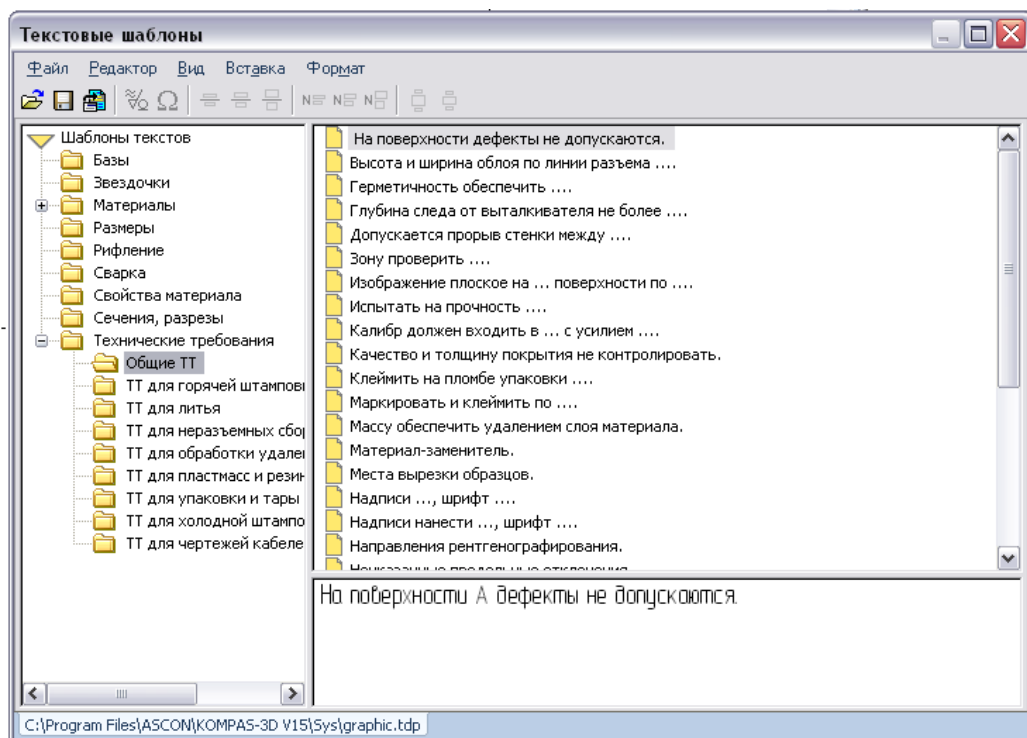

Рис. 2.5.8
10. Також введення технічних вимог можна здійснити через панель інструментів **Вставить текстовый шаблон** (рис. 2.5.8).